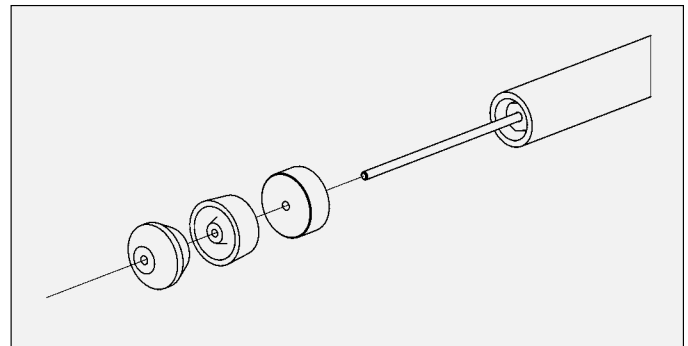

Figure 46a : Remontage de la garniture de la tige d'aiguille
1. Poser le joint de poussoir, le joint en coupelle avant et le joint d'écartement avant comme indiqué. Orienter les joints selon la Figure 46a.